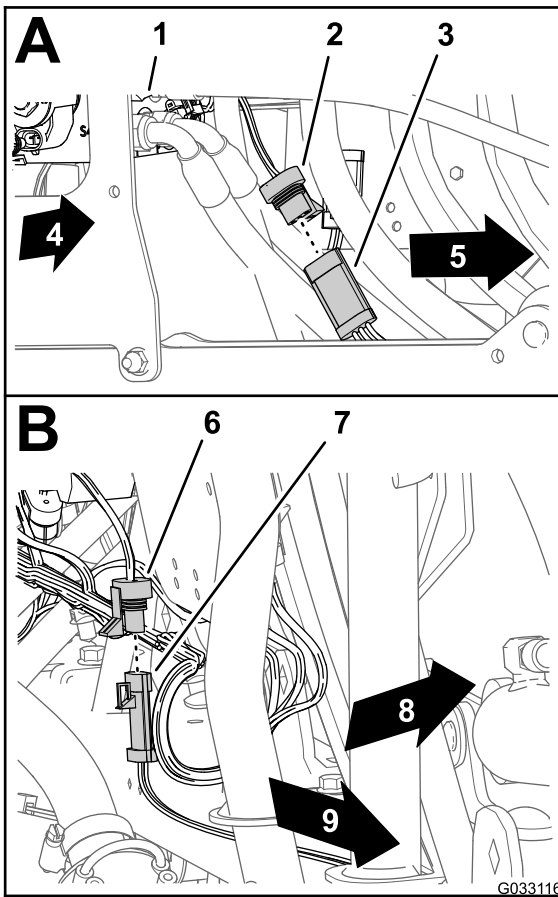

図 144
1. 右側ウルトラソニックセンサー用のケーブルの3ピンコネクタに、ソニックブームのワイヤハーネスの3ソケットコネクタを接続する 図 144のA。
2. 左側ウルトラソニックセンサー用のケーブルの3ピンコネクタに、ソニックブームのワイヤハーネスの3ソケットコネクタを接続する図 144のB。